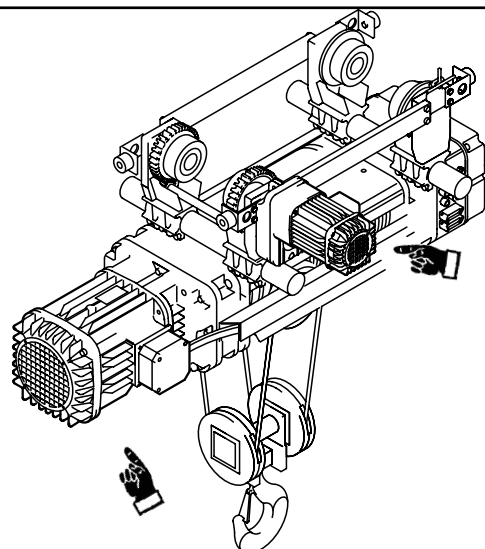

fig. 138
*Verifica trimestrale dell'efficienza dei motori paranco e carrello (fig. 138):*